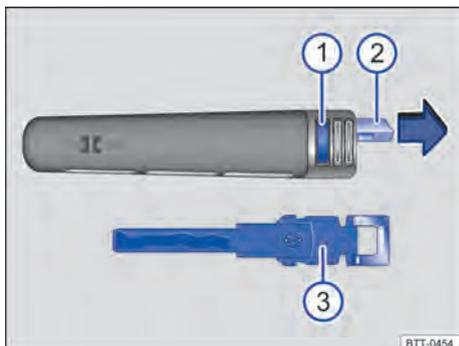

Fig. 22 Chave do veículo: pressionar o botão ① e retirar a chave de emergência ③ do olhal ②.
Na chave do veículo se encontra uma chave de emergência \Rightarrow Fig. 22 ③ para destravamento e travamento manual.
Na chave do veículo \Rightarrow Fig. 22: